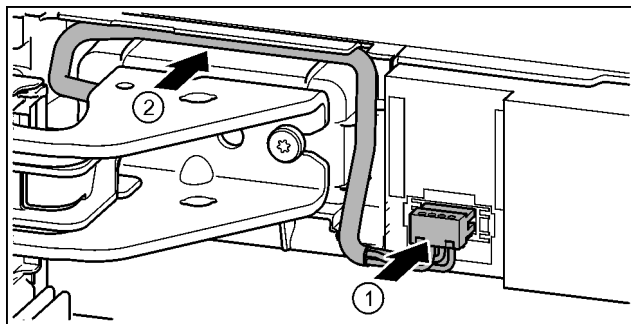

Fig. 37
- ▶ Κουμπώστε το φινι πάνω από το επάνω στήριγμα και τοποθετήστε τους κλώνους των καλωδίων προσεκτικά στο κανάλι. *Fig. 37 (1)*
- ▶ Τοποθετήστε το γκρι καλώδιο προσεκτικά στον οδηγό πάνω από το επάνω στήριγμα. *Fig. 37 (2)*